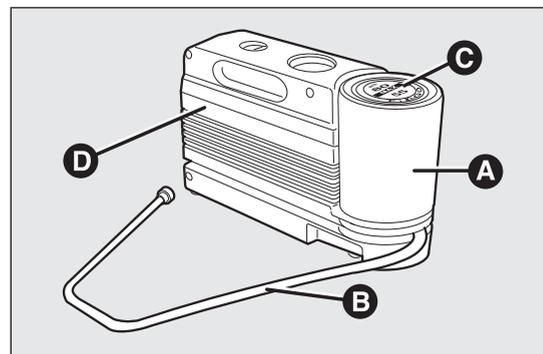

fig. 102
Il kit di riparazione rapida pneumatici Fix&Go automatic è ubicato nel bagagliaio. Il kit fig. 102 comprende:
- un compressore D fig. 102 completo di manometro e raccordi, reperibile nel vano;